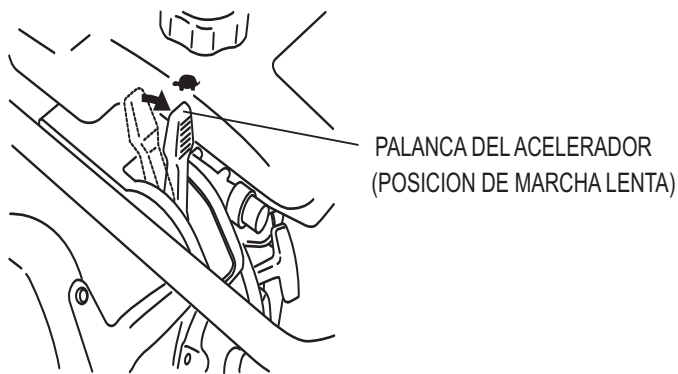

Figura 5. Palanca del acelerador (Posicion en marcha lenta)
1. Deslice la palanca del acelerador de la posición de detener a la posición de marcha lenta (☛) (Figura 5). Esta abre la válvula de combustible y el circuito eléctrico del motor es encendido automáticamente.